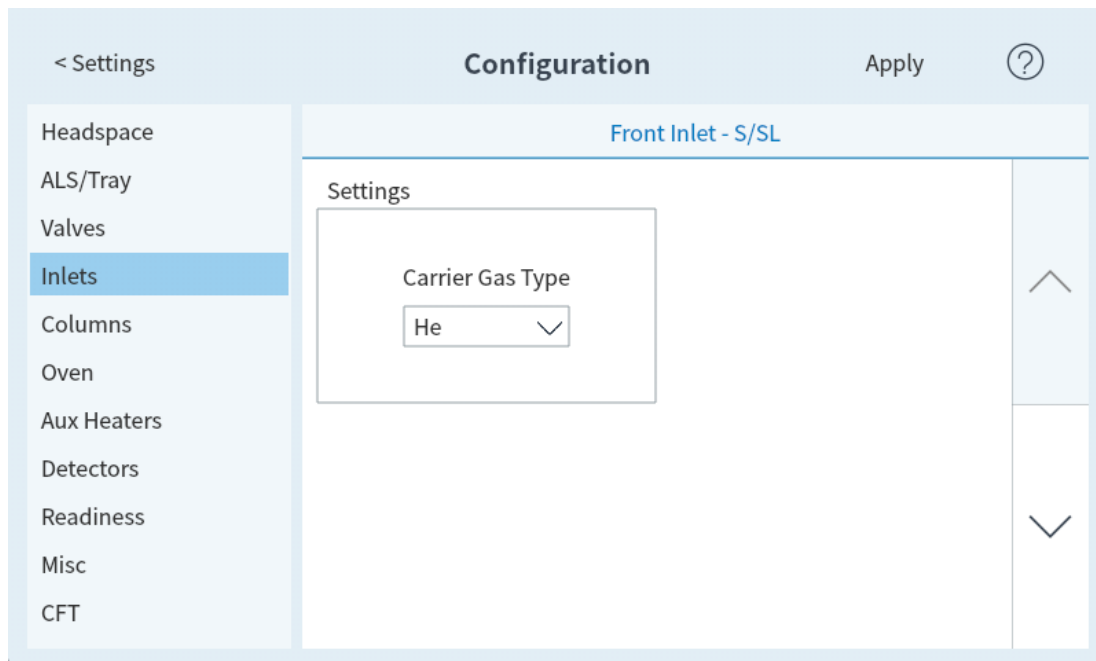

Figura 63. Página de inyectores
1. Seleccione **Ajustes (Settings)**. Se abrirá la vista Ajustes (Settings). Consulte la **Figura 63**.
1. Seleccione **Ajustes (Settings)** > Configuración (Configuration) > Inyectores (Inlets). Consulte la **Figura 63**.